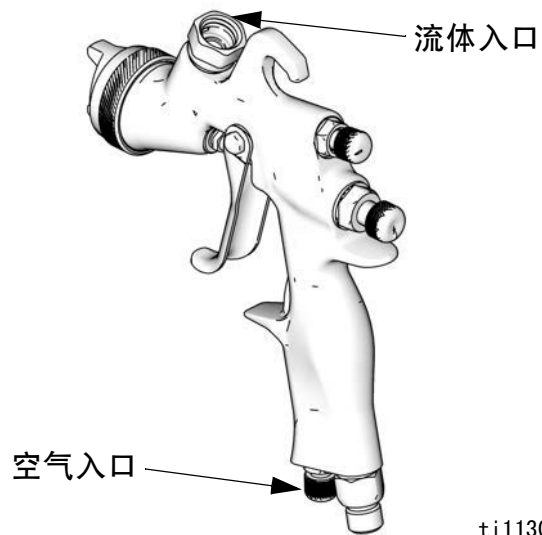

图 1
4. 将清洁、干燥、经过过滤的供气连接到空气入口管接头。请参见图 1。